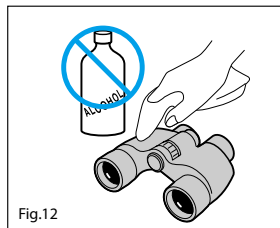

Fig.12
8. Después de eliminar el polvo con un soplador, limpie la superficie del cuerpo con un paño suave y limpio. Si lo ha utilizado cerca del mar, empape un paño suave y limpio con agua y limpie la sal de la superficie del cuerpo. Después frote con un paño suave, seco. No utilice benceno, disolvente ni otros agentes orgánicos. (Fig. 12)